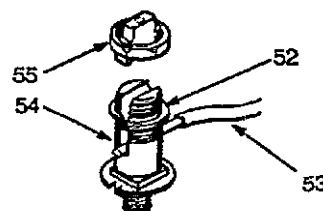

Fig. 15
- a. Aflojar la tuerca de retención de la pata de puesta tierra (55) y la arandela (52) situada en la parte superior del soporte de la bomba. Insertar el extremo de un cable de puesta a tierra de mínimo 1,5 mm² de sección en la ranura de la pata (54) y apretar con firmeza la tuerca de retención. Ver Fig. 15.